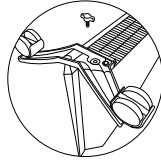

Fig. 5
3. Asigurați șasiul folosind suportul special care este inclus în pachet (Fig. 5).